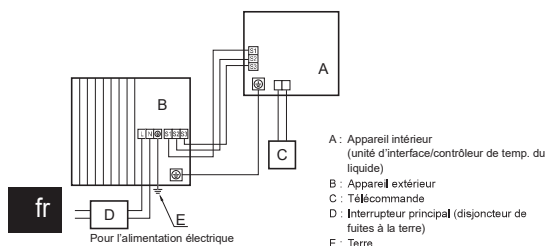
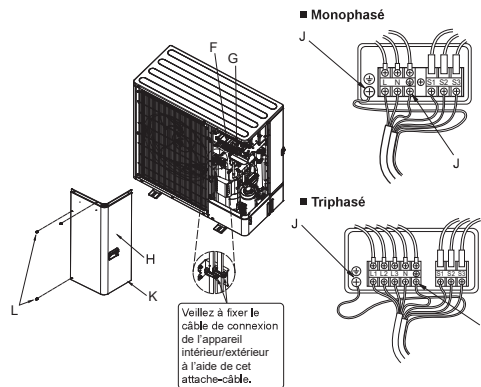

Fig. 7-1
Fig. 7-2
7.1. Appareil extérieur (Fig. 7-1, Fig. 7-2)
- (1) Retirez le panneau de service.
- (2) Effectuez le câblage conformément à la Fig. 7-1 et à la Fig. 7-2.